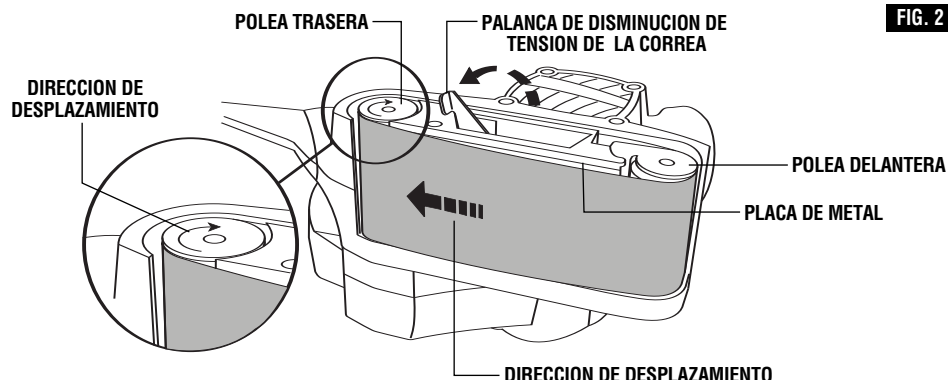

FIG. 2
1. Coloque la lijadora sobre su lado y mueva la palanca en la dirección que indica la flecha para retraer la polea delantera y reducir la tensión de la correa (Fig. 2).